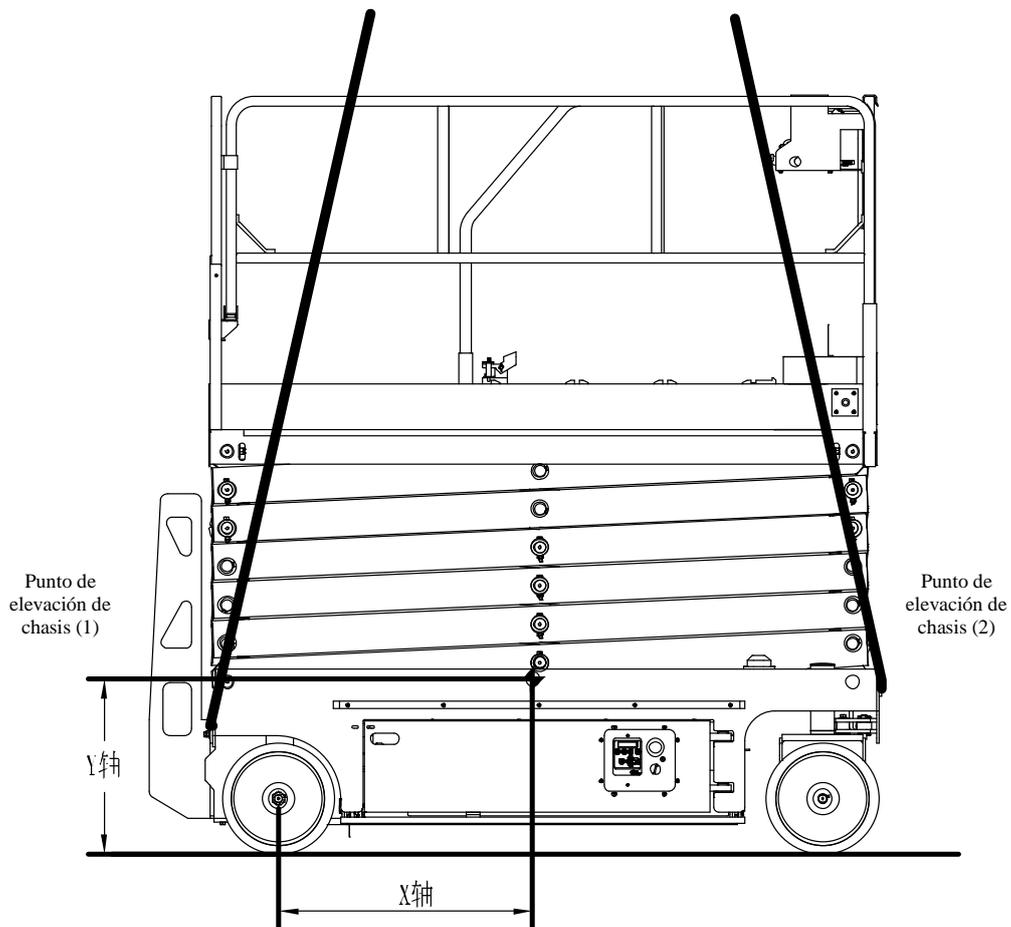

Figura 4-4 Posición del centro de gravedad
- 2) Determine el centro de gravedad de la máquina según la Tabla 4-4 y la Figura 4-4;